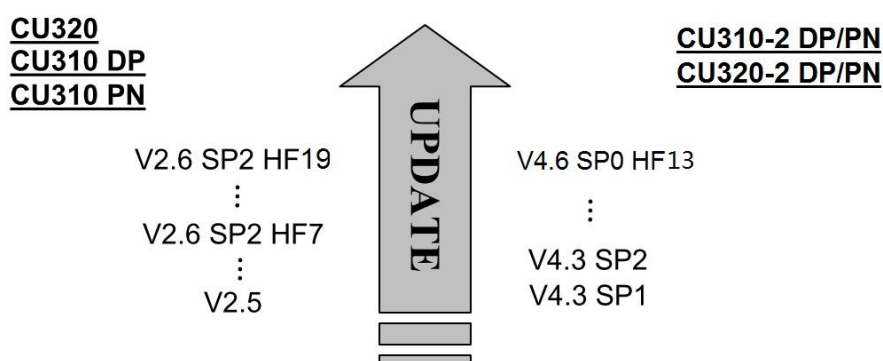

图 3-1 固件版本升级历程
- c) S120 控制单元，要支持最新版本的 Firmware，参照图 3-1。